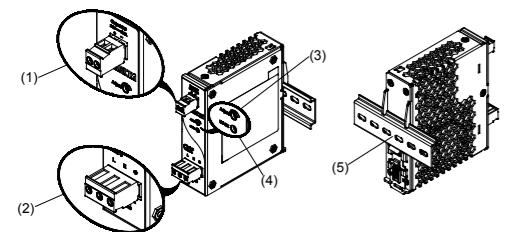
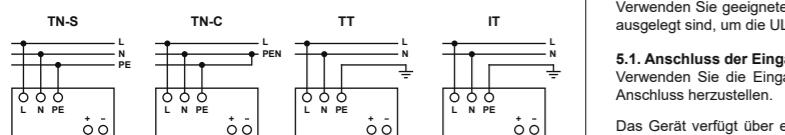

Figure 1
Figure 6
5.1. Anschluss der Eingangsklemmen (Abb. 1 (1), Abb. 6)
5.2. Anschluss der Ausgangsklemmen (Abb. 1 (2))
Verwenden Sie die Schraubklemmen „+“ und „-“, um den 24Vdc-Anschluss herzustellen. Am Ausgang stehen 24Vdc zur Verfügung. Die Ausgangsspannung kann am Potentiometer zwischen 24 und 28Vdc eingestellt werden. Die grüne LED „DC OK“ zeigt die korrekte Funktion des Ausgangs an (Abb. 1 (4)). Das Gerät verfügt über einen Kurzschluss-, Überlast- und Überspannungsschutz, der auf 35Vdc begrenzt ist.